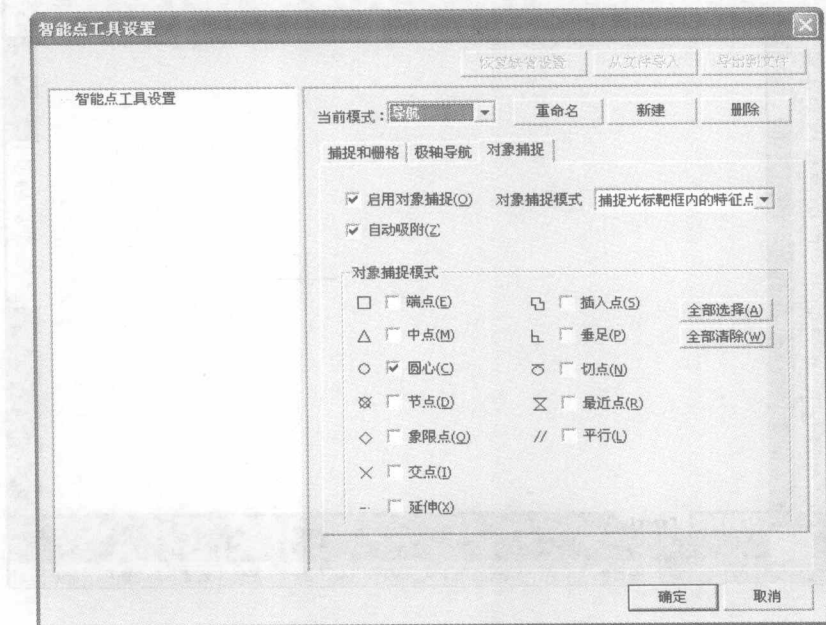

图 1-6 “智能点工具设置”对话框
Step4 捕捉设置。选择菜单栏中的“工具”→“捕捉设置”命令，弹出“智能点工具设置”对话框。选择“对象捕捉”选项卡，在“对象捕捉模式”选项组中勾选“圆心”复选框，如图 1-6 所示，单击“确定”按钮。